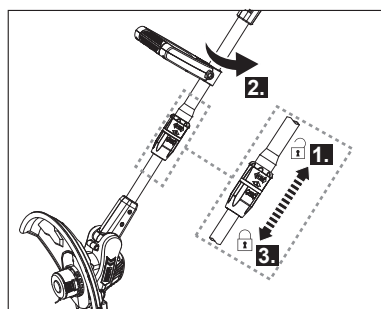

Fig. 15
2. Deslize a manga de desbloqueio (7) para cima e rode a pega principal (1) no sentido inverso ao dos ponteiros do relógio enquanto segura no polo inferior (9), de forma a ajustar a cabeça do aparador (13) para um ângulo de 0° . Certifique-se de que a manga de desbloqueio (7) encaixa na posição correta (Fig. 15).